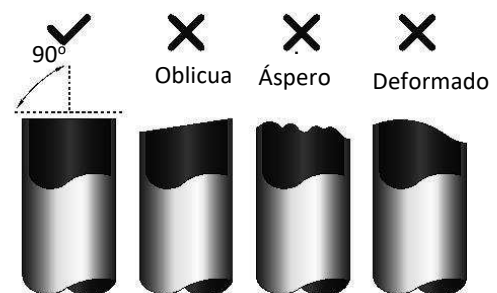

Fig. 5.1
3. Asegúrese de que el tubo esté cortado a un ángulo de 90°. Consulte la Fig. 5.1 para ejemplos de mal corte.